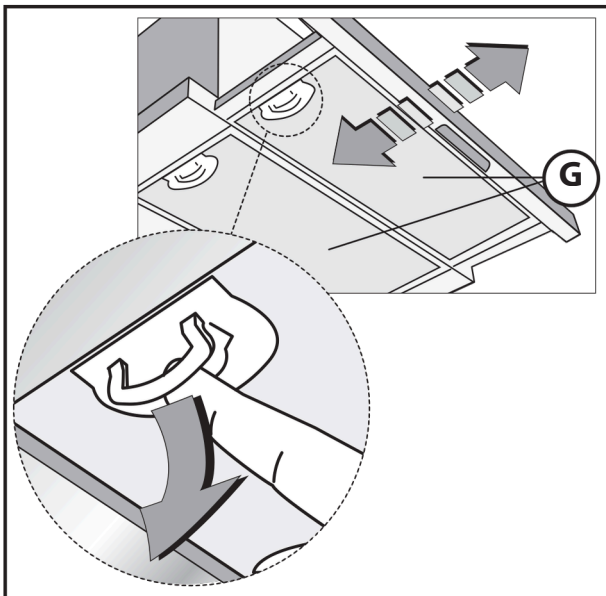
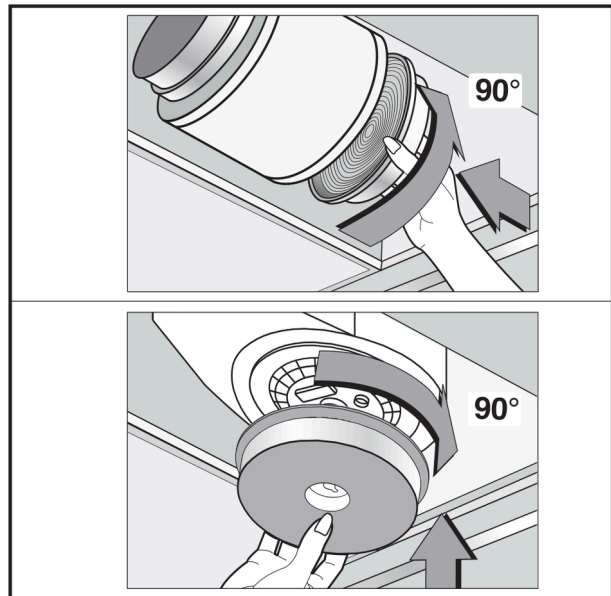

Fig.4
Fig.5
- **Filterversion:** För att omvandla uppsugningsversionen till en filterversion, skall en återförsäljare kontaktas för köp av aktiva kolfilter. Filtren skall sättas på uppsugningsenheten som sitter inuti kåpan genom att rotera dem 90 grader tills de kopplats i (Fig.5). Avlägsna gallret **G** (Fig.4) innan arbetet utförs. Luften släpps ut i lokalen genom ett anslutningsrör som passerar genom skåpet och som är anslutet till kopplingsringen **H** (Fig.3B).